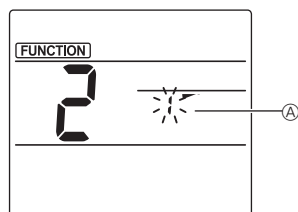
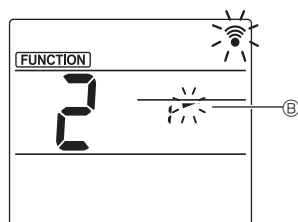

Fig. 3-2
Fig. 3-3
- ② Het waaiernummer selecteren (Fig. 3-2)
- Druk op de toets [DOWN] om het waaiernummer ② te selecteren en druk vervolgens op de toets [SET].
- ③ De waaierhoek instellen (Fig. 3-3)
- Druk op de toets [DOWN] om de waaierhoek ③ te selecteren. Richt de draadloze afstandsbediening op de ontvanger op de binneneenheid en druk vervolgens op de toets [SET].
- ④ Druk op de toets [MENU] om de instellingen te voltooien.